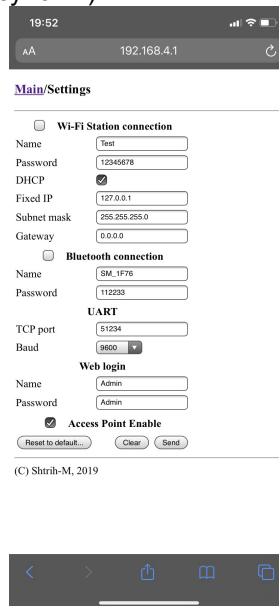

Рисунок 3: Страница настроек
7. При правильном входе откроется страничка настроек (см. Рисунок 3)
3. Если будет установлена галочка DHCP, то Адаптер получит IP адрес от точки доступа автоматически. Если она будет снята, то нужно указать фиксированный адрес (Fixed IP) и маску подсети (Subnet mask) и адрес шлюза (Gateway) (см. Рисунок 3)